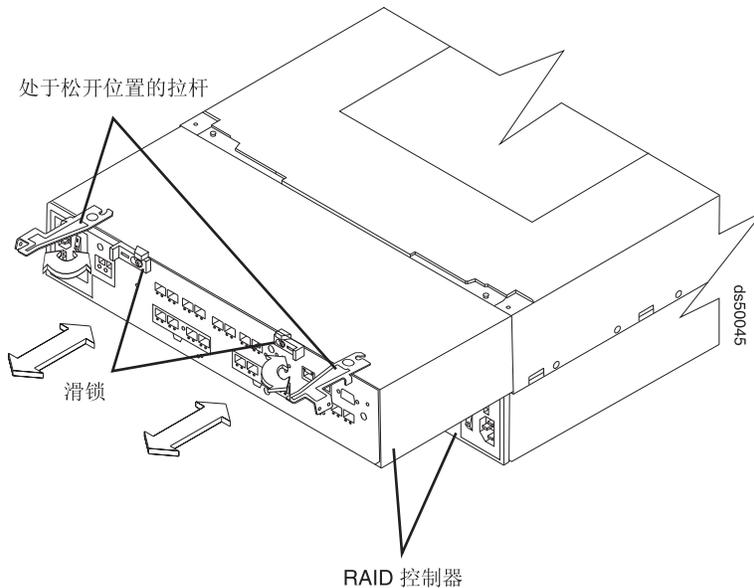

图 110. 从 DS5100 和 DS5300 卸下控制器
11. 松开控制器拉杆并卸下控制器。图 110 显示了从存储子系统机箱滑出的控制器。